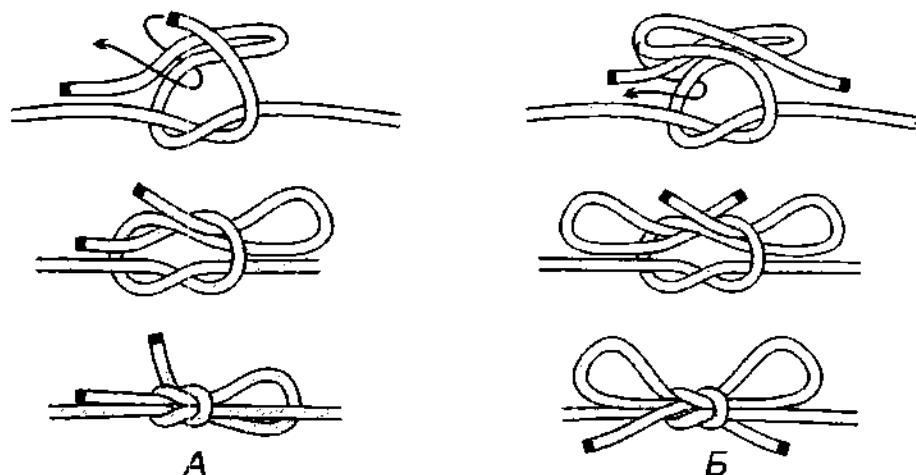

Рис. 806. **Быстроразвязывающийся прямой узел** с одним (**однопетельный узел**) и двумя «бантиками» (**петельный узел**, **двухпетельный узел**).
**Быстроразвязывающийся прямой узел** (**быстроразвязывающийся рифовый узел**, **петельный узел**), пожалуй, самый известный и популярный узел, который умеют вязать даже дети (рис. 806). **Быстроразвязывающийся прямой узел** может вязаться с одним «бантиком» или с двумя. Вторая петля вяжется для красоты и на прочность узла или на скорость его развязывания никоим образом не влияет. Для временного связывания концов достаточно одной петельки.